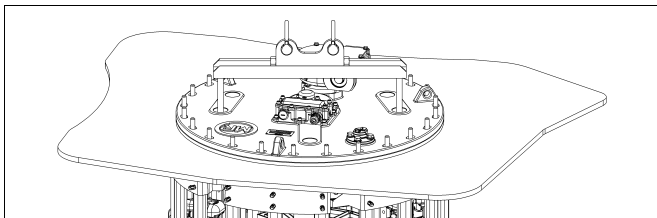

рис. 55
1) Установите подъемную траверсу (рис. 55).